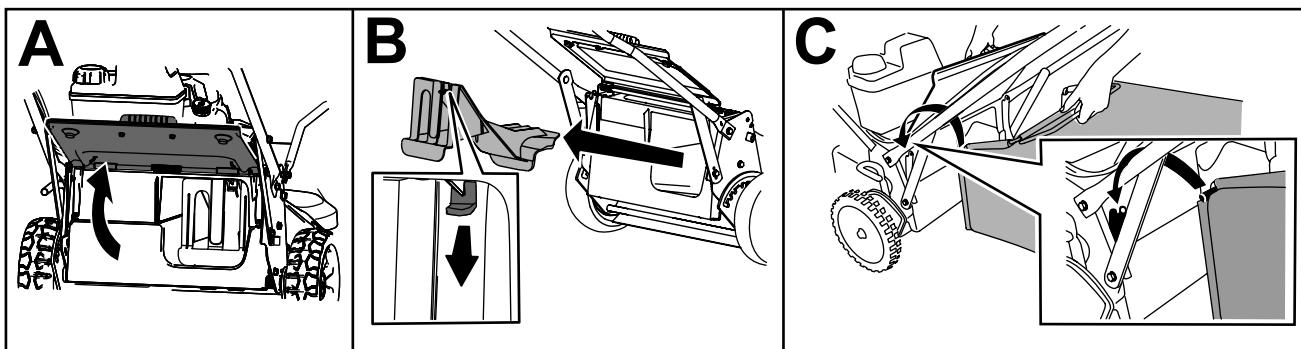

Bild 21
1. Heben Sie das hintere Ablenkblech an und halten Sie es hoch (A in Bild 21).
2. Drücken Sie zum Entfernen der Heckauswurfklappe den Riegel mit dem Daumen nach unten und ziehen die Klappe aus der Maschine (B in Bild 21).
3. Setzen Sie die Fangkorbstange in die Kerben an der Unterseite des Holms ein und bewegen den Fangkorb nach vorne und hinten, um sicherzustellen, dass die Stange richtig in den Kerben sitzt (C in Bild 21).